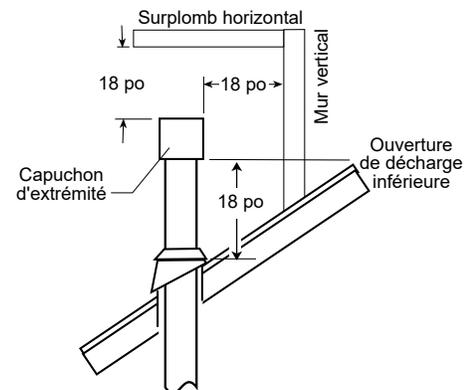

Figure 6.5.
Dégagement de la borne de l'évent : En aucun cas, une ouverture de décharge sur le bouchon ne doit être inférieure à 18 po (457 mm) horizontalement de la surface du toit. Voir la figure 6.5.
- Un capuchon de raccordement horizontal doit maintenir un dégagement de 3 po par rapport à toute saillie combustible aérienne de 2 1/2 po ou moins. Il doit également maintenir un dégagement de 12 pouces par rapport aux projections qui dépassent 2 1/2 pouces. Voir la figure 6.5.